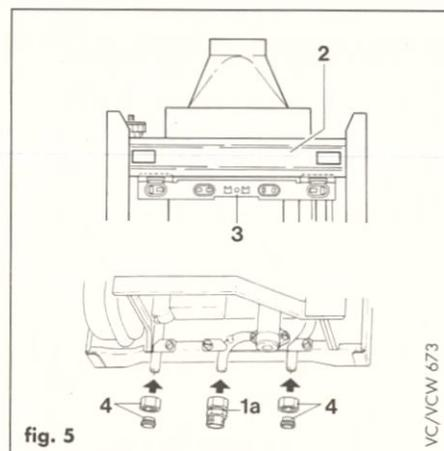

fig. 5
L'apparecchio viene agganciato alla parete mediante il supporto (2) al sostegno (3) di fig. 5.